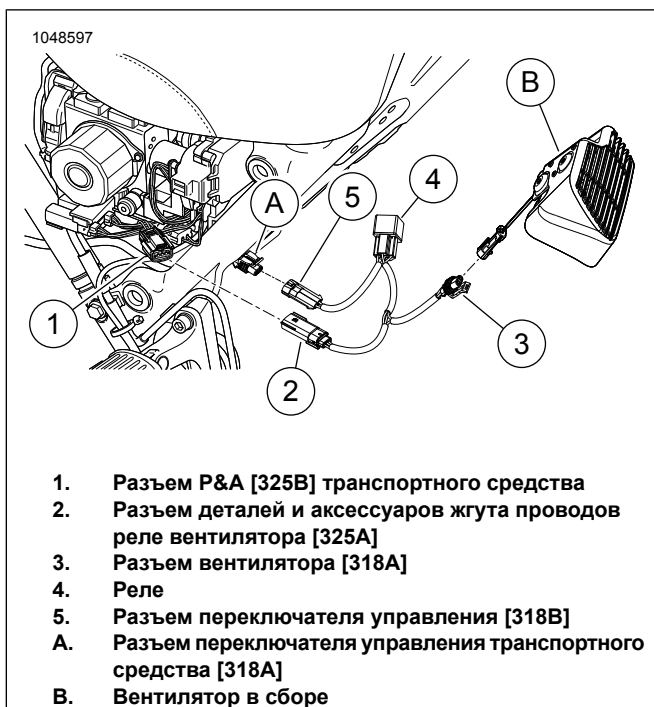
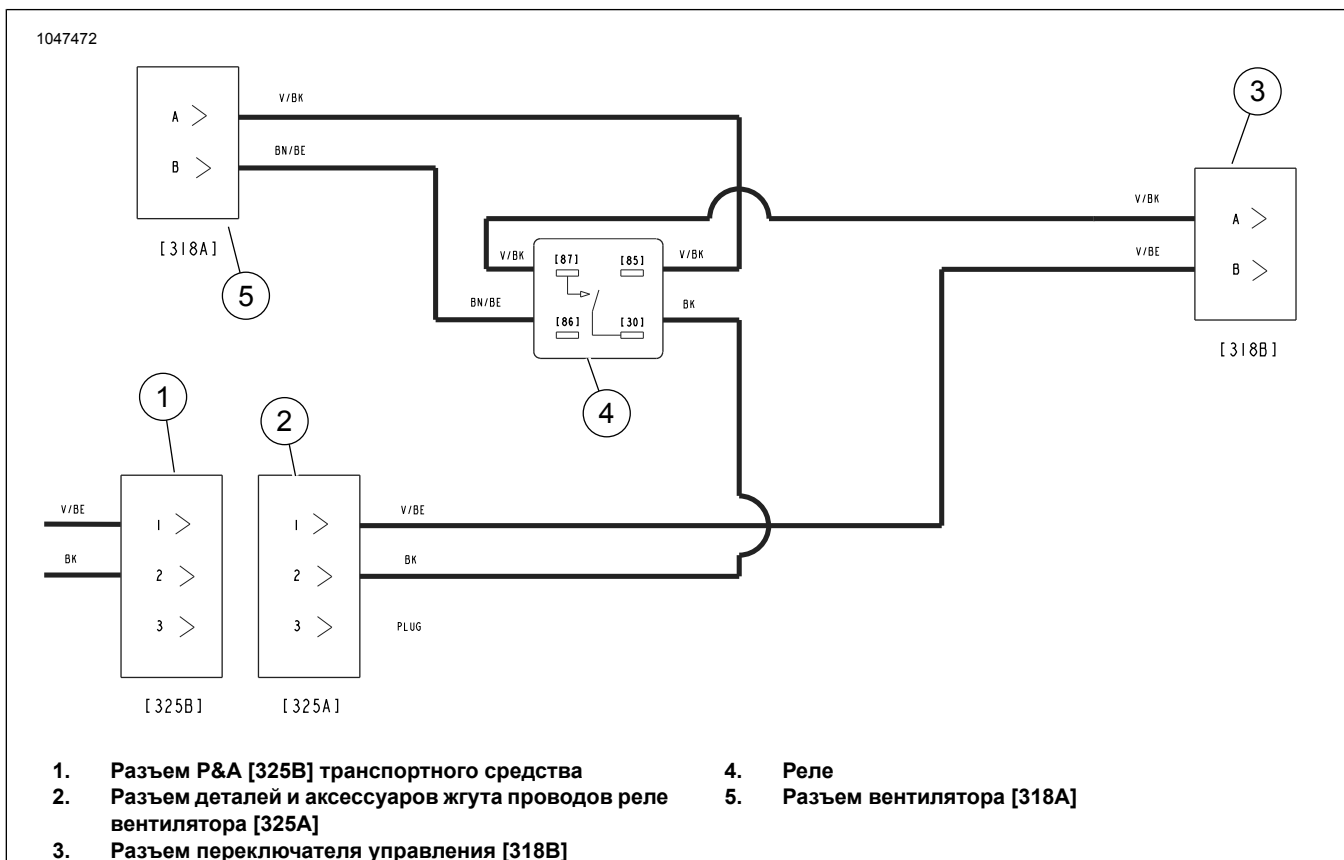

Рисунок 4. Разъемы жгута проводов
Рисунок 5. Схема электрических соединений вентилятора теплового комфорта
См. Рисунок 5 . Установите дополнительный жгут адаптера переключаемых цепей, если между разъемом ЗЧА ТС (1) и разъемом жгута проводов реле вентилятора (2) необходимо подключить более одного аксессуара.
См. Рисунок 4 и Рисунок 5 . Соедините разъемы жгута проводов.